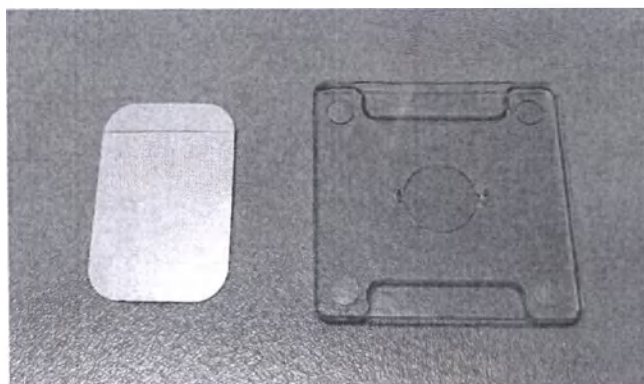

Рисунок 3.9 Извлеченный микрофлюидный картридж и защитная пленка
1. Разорвите алюминиевый пакетик и достаньте ПЦР-картридж с защитной пленкой (рисунок 3.9).